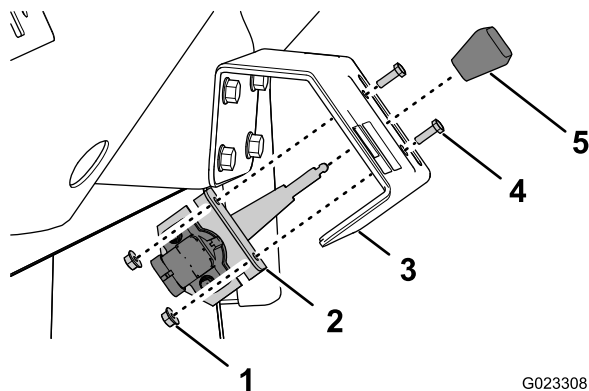

Figura 19
1. Retire o manípulo (se instalado) da alavanca do acelerador manual (Figura 19).
2. Alinhe a alavanca do acelerador manual com a ranhura no suporte do acelerador manual e alinhe os furos no suporte de montagem que está ligado ao acelerador manual ao suporte do acelerador manual (Figura 19).
3. Prenda o acelerador manual ao suporte do acelerador manual com 2 parafusos (10-32 x 5/8) e 2 porcas (Figura 19).